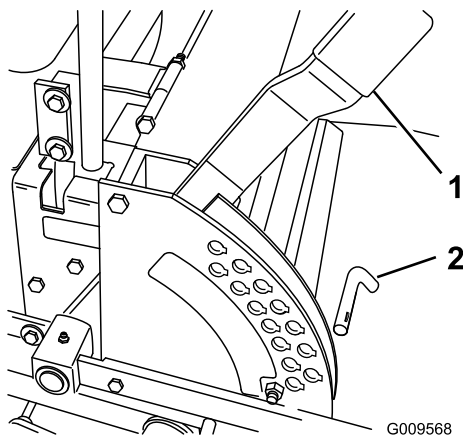

Figura 18
1. Levante la palanca de ajuste de la altura de corte a la posición de transporte (que es también la posición de altura de corte de 114 mm [4-1/2 pulg.]) (Figura 18).
2. Para ajustarla, retire el pasador del soporte de altura de corte (Figura 18).
3. Seleccione un taladro del soporte de altura de corte que corresponda a la altura de corte deseada, e inserte el pasador (Figura 18).